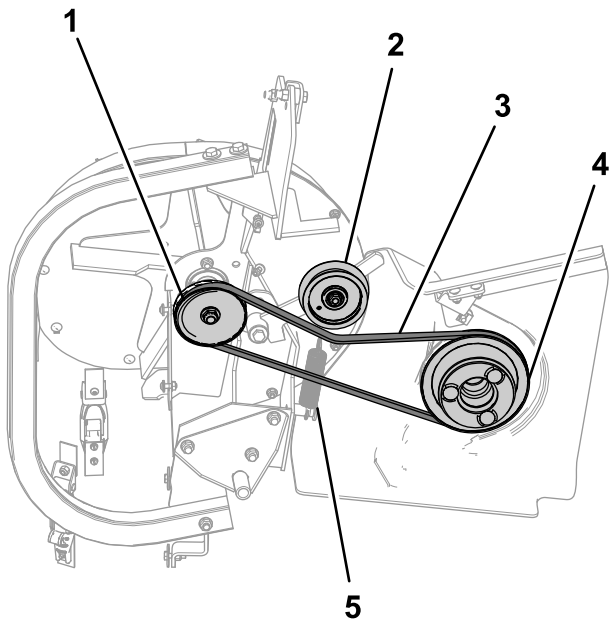

Figure 37
1. Chaussez la courroie du ventilateur sur la poulie d'entraînement, comme montré à la Figure 37.